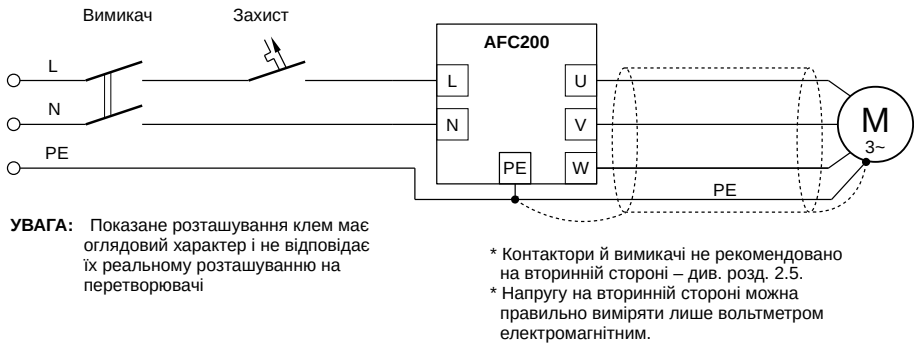

Рис. 2.3. Підключення силових кіл до перетворювача AFC200
- На рис. 2.3 показано схему силових з'єднань.
Підключення слід виконати згідно з рис. 2.3 на стор. 19: